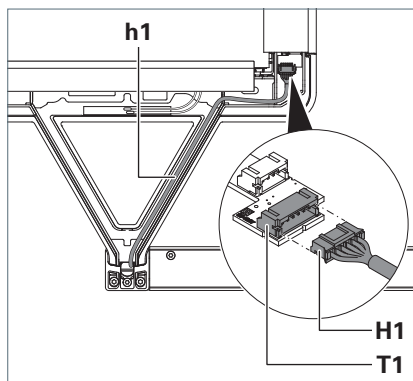

Fig. 14: Brancher le câble de commande.
- Posez le câble de commande **h1** du support transversal dans le bras de support de la tête du luminaire, voir Fig. 14.